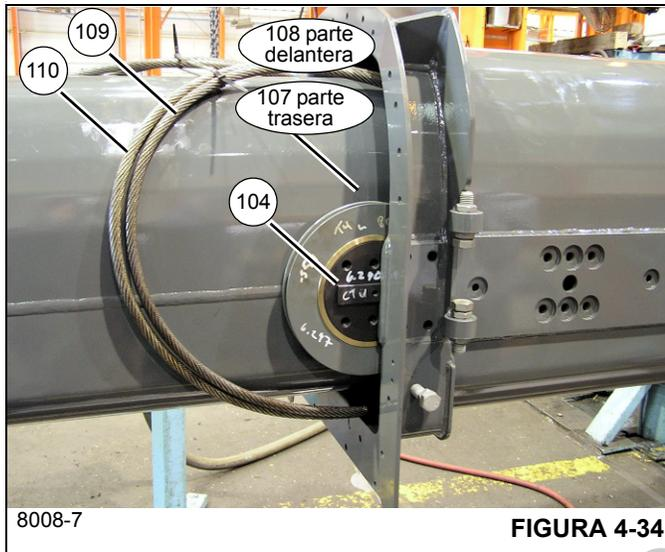
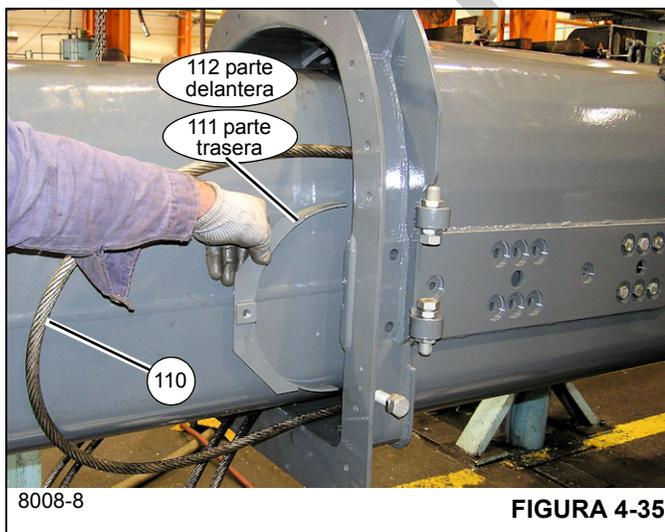
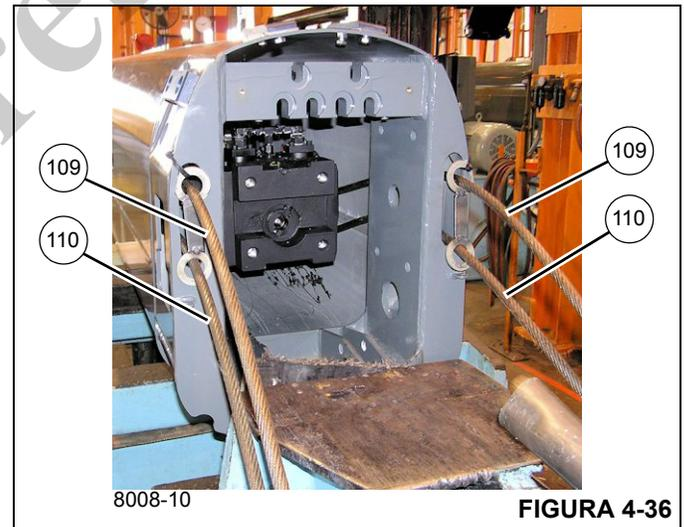

FIGURA 4-34
FIGURA 4-35
FIGURA 4-36
25. Inserte parcialmente la sección telescópica 4 (5) en la sección telescópica 3 (4).
26. Utilice los suplementos (70) para ajustar los conjuntos de almohadillas de desgaste traseras de la sección telescópica 4 (128, 134) de modo que las almohadillas de desgaste estén a una distancia máxima de 2 mm (0.08 pulg) de los lados y de la parte inferior de la sección telescópica 3. Se debe usar un número igual de suplementos en cada lado.
27. Inserte la sección telescópica 4 (5) en la sección telescópica 3 (4) hasta que los bucles en los cables de extensión de la sección telescópica 4 (109, 110) estén cerca de la punta de la sección telescópica 3 (4) (vea la Figura 4-34).
- 28. Utilice el eje (104) y los seis pernos (105) para montar la polea trasera (107) en el interior de la sección telescópica 3 (4) (lados izquierdo y derecho) utilizando el conjunto trasero de orificios de montaje (vea la Figura 4-34); compruebe que la pestaña rectangular del eje (104) se deslice dentro de la ranura de la sección telescópica 3 (4).
- 29. Trabajando en la parte trasera de la sección telescópica 3 (4), tire de los cables de extensión de la sección telescópica 4 (109) hasta que se asienten en las poleas (107).
- 30. Instale el miembro soldado del protector trasero (111) (lados izquierdo y derecho) sobre el cable de extensión de la sección telescópica 4 (109), donde el cable se envuelve alrededor la polea (107) y fíjelo con el perno (113) (vea la Figura 4-35).
- 31. Utilice el eje (104) y los seis pernos (105) para montar la polea delantera (108) en el interior de la sección telescópica 3 (4) (lados izquierdo y derecho) (vea la Figura 4-34); compruebe que la pestaña rectangular del eje (104) se deslice dentro de la ranura de la sección telescópica 3 (4).
- 32. Trabajando en la parte trasera de la sección telescópica 3 (4), tire de los cables de extensión de la sección telescópica 4 (110) hasta que se asienten en las poleas delanteras (108).
- 33. Instale el miembro soldado del protector delantero (112) (lados izquierdo y derecho) sobre los cables de extensión de la sección telescópica 4 (110), donde el cable se envuelve alrededor la polea (108), y fíjelo con el perno (113).
- 34. Instale la grasera (106) en cada uno de los cuatro ejes (104). Añada grasa hasta que la grasa salga a través de las poleas.
- 35. Pase los cables de extensión de la sección telescópica 4 (109, 110) a través de los agujeros alargados en la parte trasera de la sección telescópica 3 (4) y compruebe que los cables 109 y los cables 110 estén orientados como se muestra en la Figura 4-36.